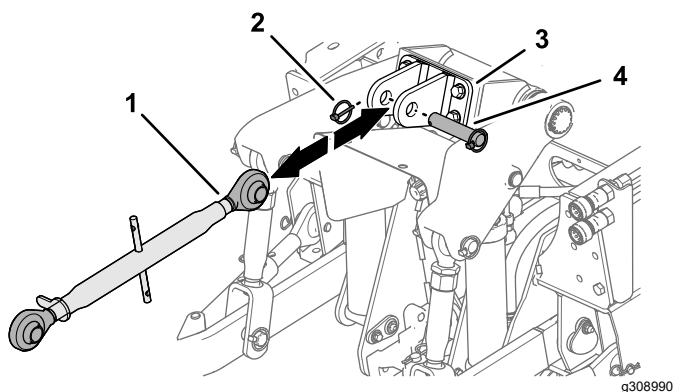

Рисунок 23
**Примечание:** См. Рисунок 23 для выполнения данной процедуры.